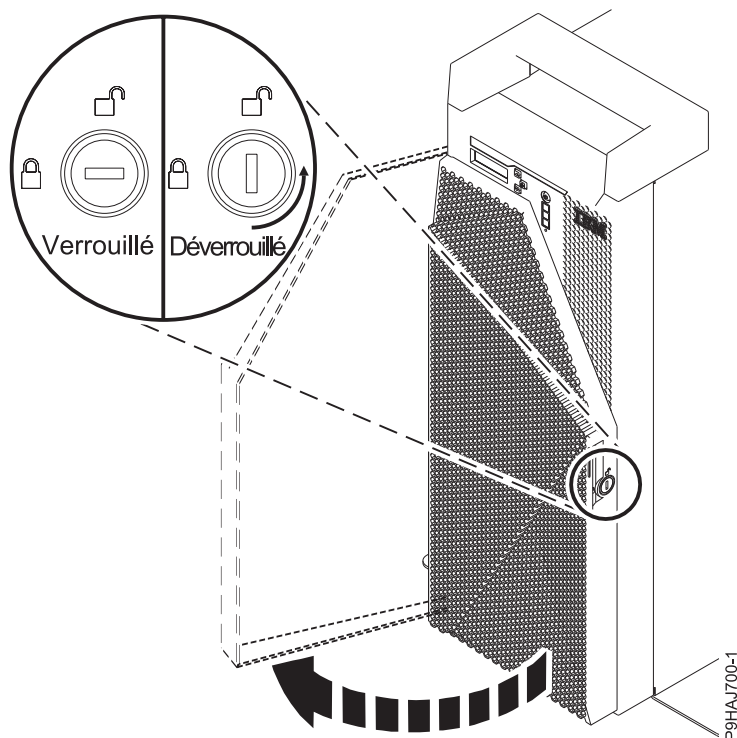

Figure 15. Déverrouillage du volet avant
1. Insérez la clé du volet avant dans le verrou, comme illustré dans la figure 15, à la page 35. Tournez la clé vers la gauche (dans le sens contraire des aiguilles d'une montre) afin de déverrouiller le volet. Horizontal correspond à la position verrouillée ; vertical correspond à la position déverrouillée. Ouvrez le volet avant.